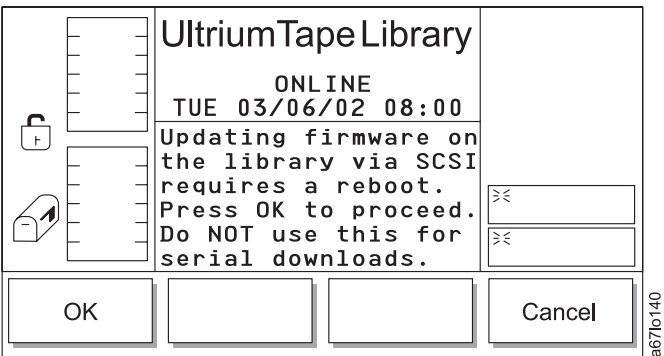

Abbildung 164. Dialog für Firmware-Aktualisierung
- Wird **Firmware Update** ausgewählt, erscheint der Dialog für Firmware-Aktualisierung (siehe Abb. 164 auf Seite 178).
Tabelle 113. Übersetzung von Abb. 164, Dialog für Firmware-Aktualisierung